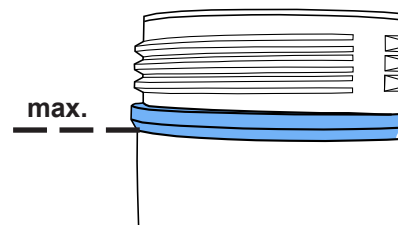

Abb. 7
- ⇒ Strahl tank durch Drücken des Entlüftungsventils (5) vollständig entlüften.
- ⇒ Tankdeckel abschrauben (4). (Lässt sich der Tankdeckel nicht lösen, ist noch Druck im Strahl tank vorhanden >>> Entlüftungsventil erneut betätigen!)
- ⇒ Strahlmittel nur bis zur max. Füllhöhe einfüllen (Abb. 7) (Verdickung des Tankmantels unterhalb des Gewindes).